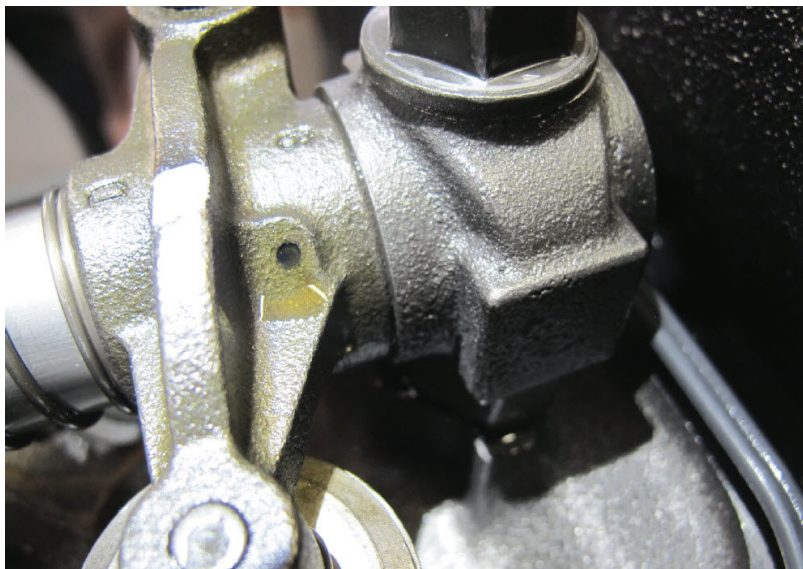

Рис. 3
2. Масло нагнетают в двигатель до тех пор, пока оно не начнет выступать из самых удаленных от масляного насоса точек смазки. Как правило, это опоры коромысел привода клапанов (Рис. 3) или места установки подшипников распределительных валов, имеющих верхнее расположение. При подаче масла нельзя превышать максимально допустимое значение рабочего давления для данного двигателя. Во время заполнения маслом под давлением, коленчатый вал двигателя следует проворачивать вручную в направлении вращения.